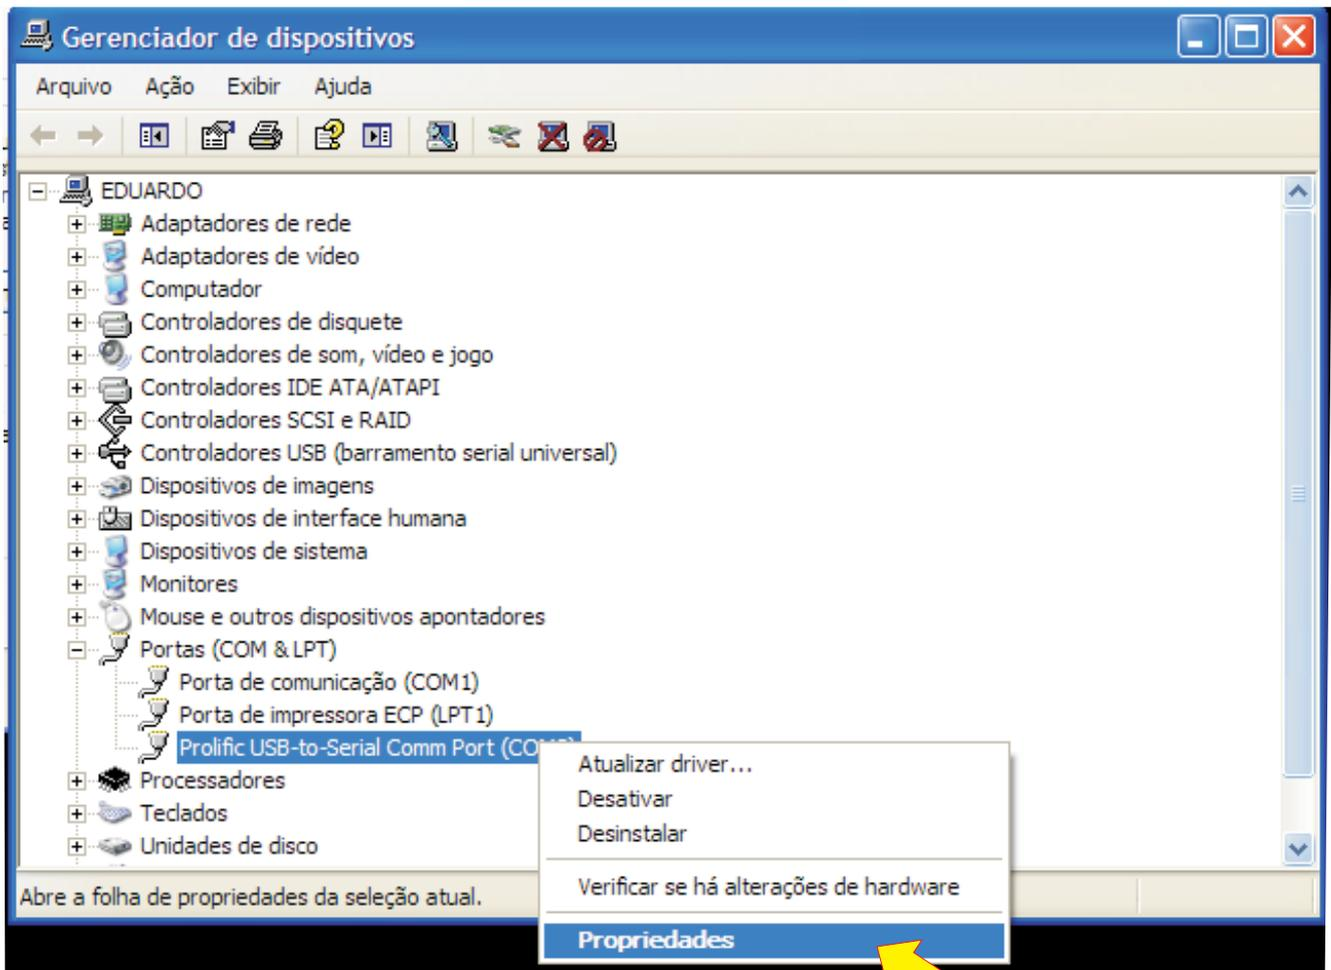

figura 3
c) Na janela do gerenciador de dispositivos, clique no item 'Portas (COM & LPT)' conforme a figura 3 abaixo.